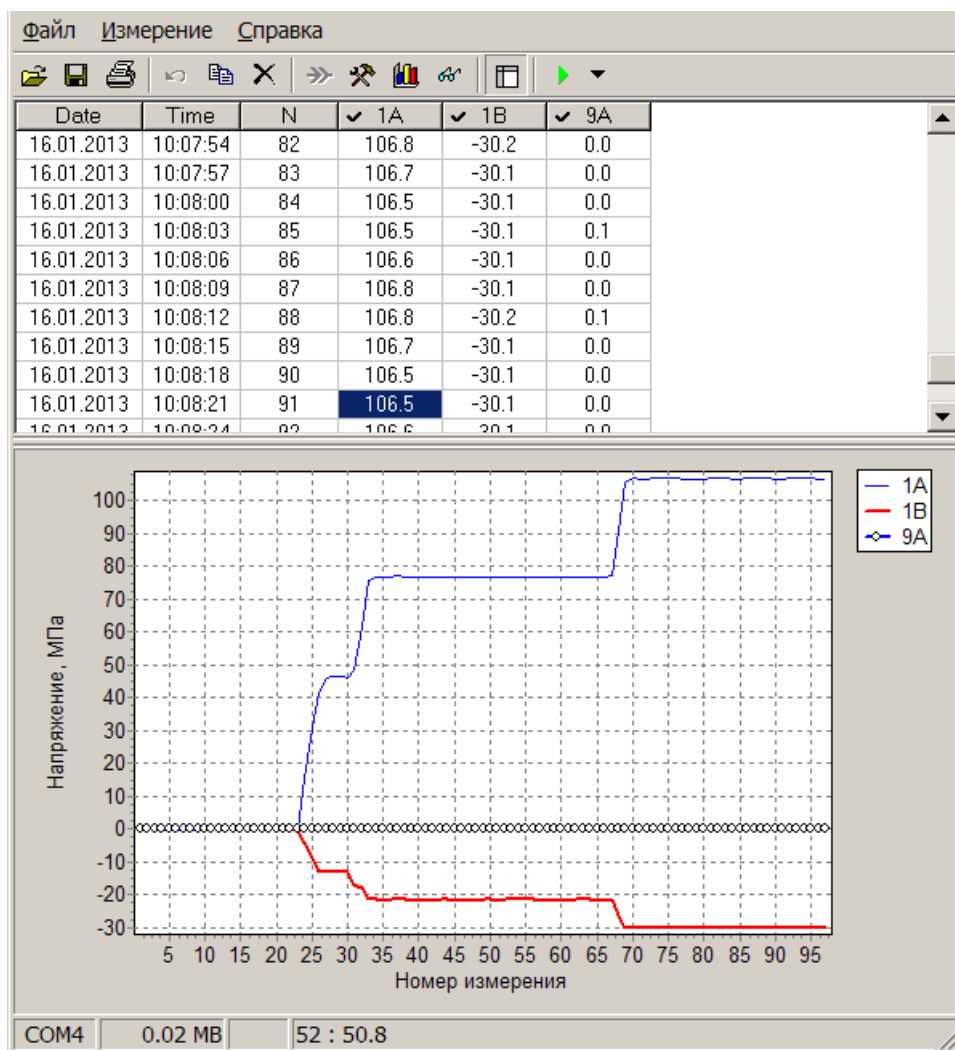

Рисунок 4 - Рабочее окно программы с таблицей и диаграммой результатов измерений.
3.1.2. Для установки программы необходимо скопировать исполняемый файл программы TSGS01.exe в любую директорию ПК. После запуска исполняемого файла на экране PC появляется главное окно программы, которое содержит стандартные заголовок, строку меню, панель инструментов и строку состояния. В рабочей области окна расположены либо таблица и диаграмма результатов измерений (рис.4), либо таблица настроек каналов станции (рис.5).